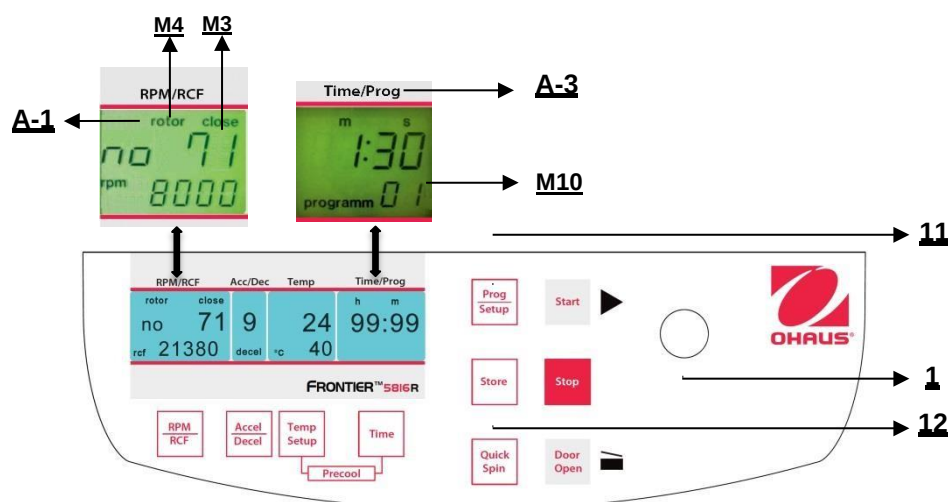

Abbildung. 25
Um den Programmmodus zu verlassen, drücken Sie lediglich die Taste **"Prog/Setup"** (11) (siehe Abbildung 25). Dann erscheint innerhalb der Anzeige **"Time/Prog"** das Wort **"program"**.